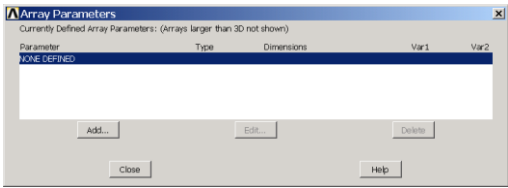
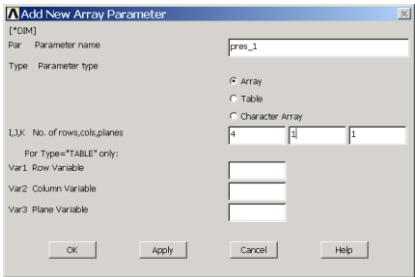

图5.40 数组管理对话框
图5.41 设置数组
- (1)单击工具栏上的 **RESUM\_DB** 按钮,恢复 5.4.3 节中保存的模型数据库。
- (2)单击【Utility Menu】|【Parameters】|【Array Parameters】|【Define/Edit】菜单,弹出如图 5.40 所示的对话框。
(3) 单击 **Add...** 按钮，接着弹出如图 5.41 所示的对话框。在【Parameter name】文本框中输入数组名【pres\_1】，在【No.of rows,cols,planes】文本框中分别输入【4】、【1】和【1】，然后单击【OK】按钮，回到图 5.40 的数组管理对话框。